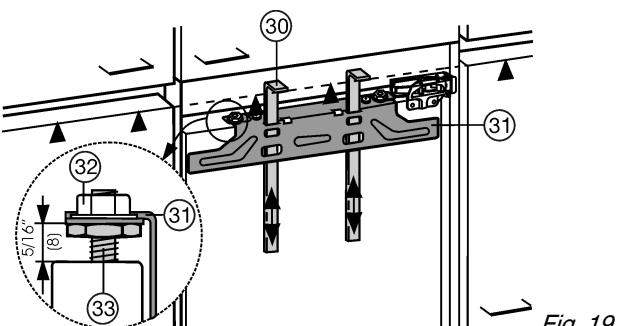

Fig. 19
- Montagehilfen Fig. 19 (30) auf Möbeltürhöhe hochschieben. Untere Anschlagskante ▲ der Montagehilfe = Oberkante der zu montierenden Möbeltür.
- Befestigungs traverse Fig. 19 (31) über die Kontermuttern Fig. 19 (32) abschrauben.